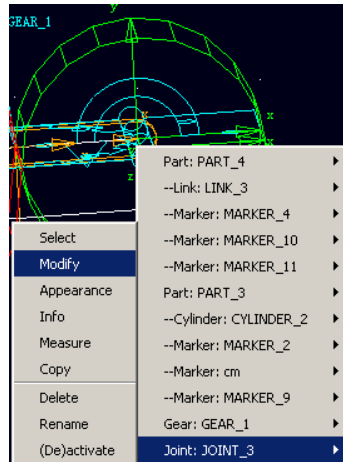

图 5-1 旋转副属性修改命令
5.2 对小齿轮的进行运动分析。对小齿轮的旋转副 JOINT\_3 进行角位置分析。在 ADAMS/View 工作窗口中用鼠标右键点击小齿轮的旋转副 JOINT\_3，选择 Modify 命令，如图 5-1 所示，在弹出的修改对话框中选择测量（Measures）图标